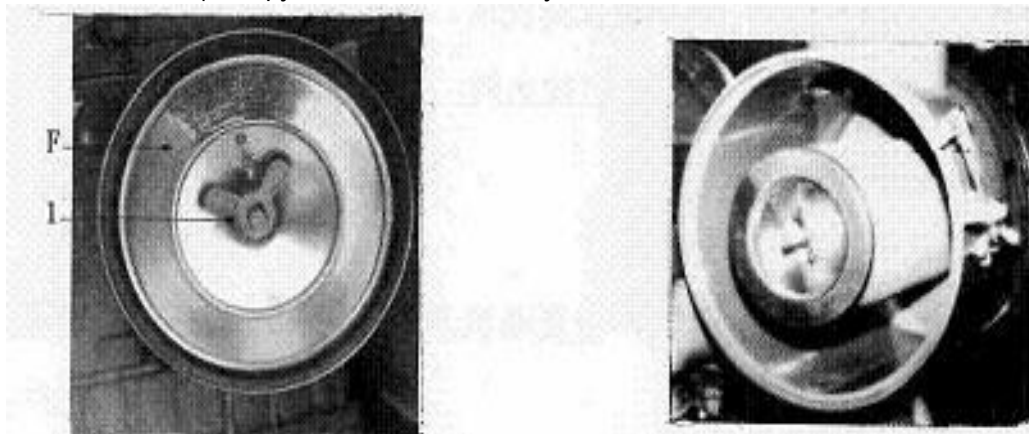

Рис. 44
- 1) Снять крыльчатую гайку 1 и вынуть внешний элемент 2. (Рис. 44).